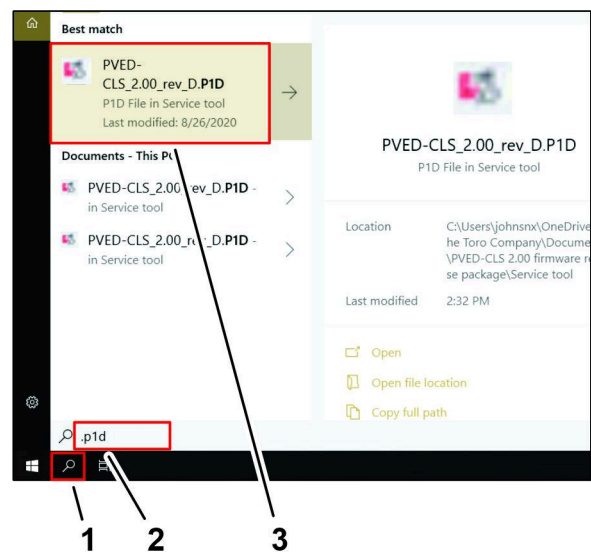

Figura 143
4. En la barra de tareas de Windows, haga clic en el icono BUSCAR (Figura 143).
5. En el cuadro de texto ESCRIBA AQUÍ PARA BUSCAR, escriba .P1D y pulse la tecla Enter (Figura 143).
6. Haga clic en el icono PVED-CLS_2.00_rev_D.P1D (Figura 143).